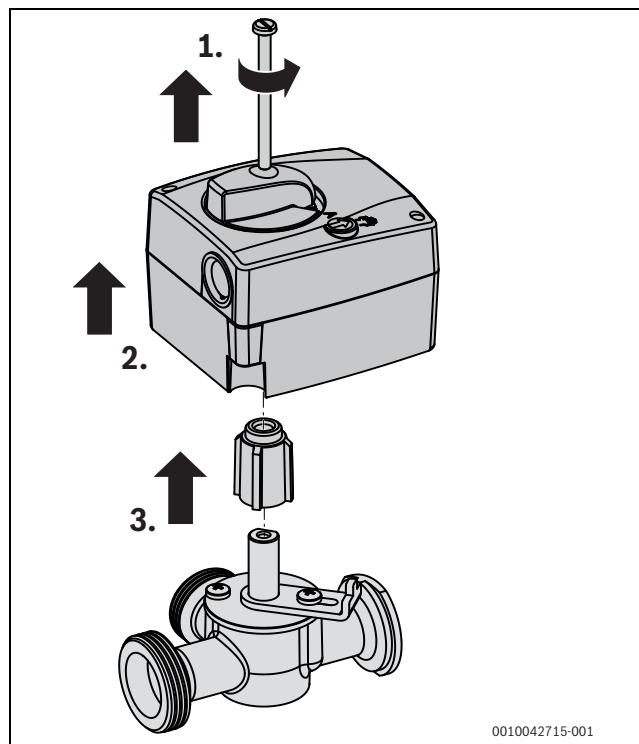

Bild 33 Mischermotor abnehmen
- ▶ Schraube im Drehschalter entfernen und Motor mit Mitnehmerhülse abnehmen (→ Bild 33).